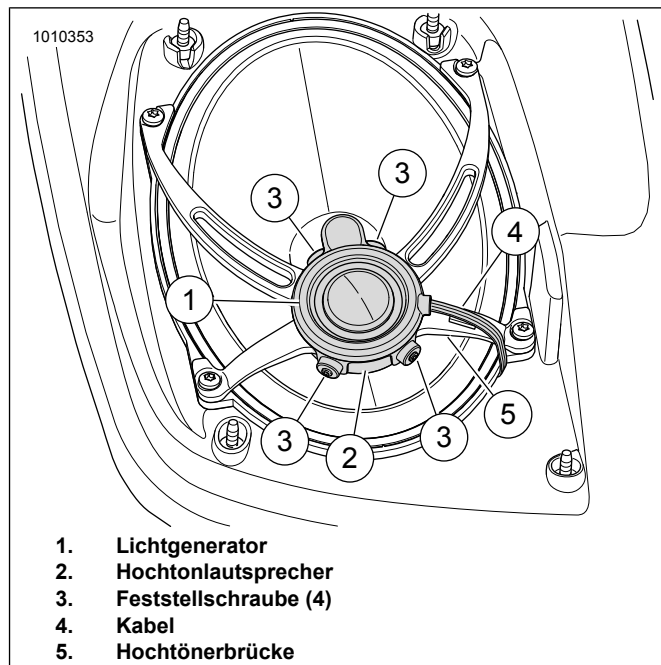

Abbildung 21. Einbau des Lichtgenerators
Siehe Abbildung 21. Den Lichtgenerator (1) wie dargestellt auf die Hochtönerbrücke (2) setzen. Lichtgenerator leicht andrücken.